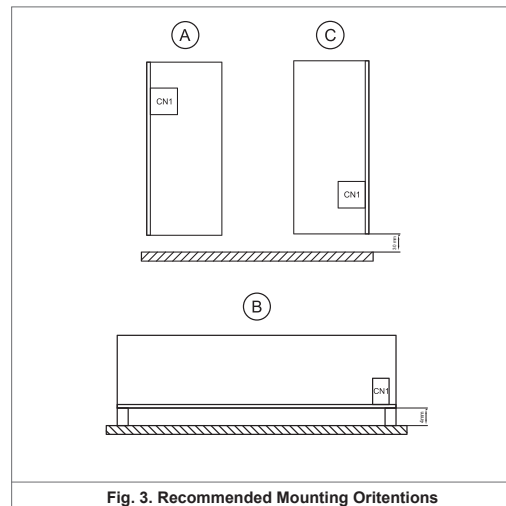

Fig. 3. Recommended Mounting Orientations
- 安装时为确保强制通风所需的充足气流，电源运行时应始终留出足够空间，气流方向如图3建议。